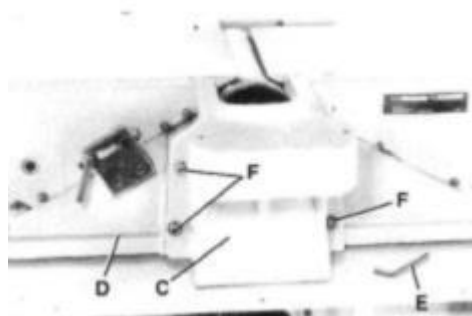

Рис. 12 Монтаж кронштейна каретки
2. Используя прилагаемый гаечный ключ (Е), прикрепите монтажный кронштейн (С), Рис. 12, к фуговальному станку с помощью четырех винтов с головкой под шестигранник М8 х 55 мм, стопорных шайб и плоских шайб (F), три из которых показаны на рисунке.